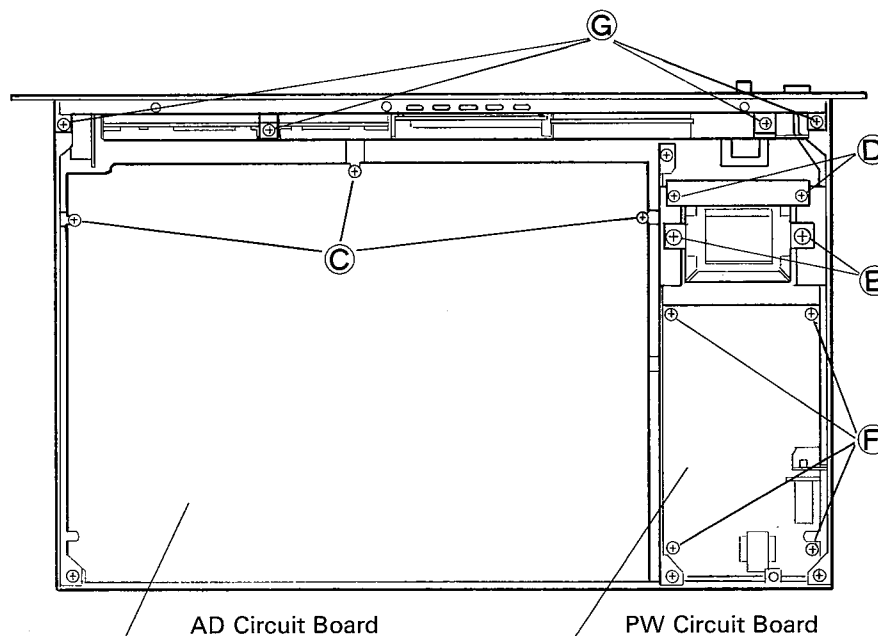

Fig. 3
(Refer to Fig. 3)
- ネジ③ (3×8 バインド小ネジ) 3本を外します。 (Fig.3 参照)
3. Removal of PW circuit board (Refer to Fig. 3)
- Remove the 2 screws ① (3×8 bind head screw), and remove the shield plate.
3. PWシートの取外し方 (Fig.3参照)
- ネジ① (3×8 バインド小ネジ) 2本を外しシールド板を取除きます。
- ネジ② (4×6 バインド小ネジ) 2本を外します。
- ネジ③ (3×8 バインド小ネジ) 4本を外しPWシートを取出します。
- ネジ④ (3×8 バインド小ネジ) 4本を外します。(Fig.3 参照)